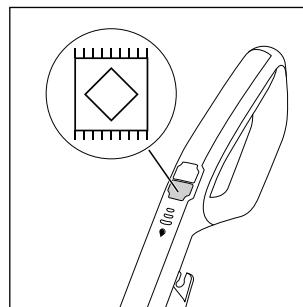

Fig. 17
- ◆ Tryk på kontakten tæppetegulv ⑬ ⑭ for at tænde for produktet (se fig. 17). LED i kontakten tæppetegulv ⑬ ⑭ lyser blåt.
- Hvis du aktiverer kontakten rengøringsopløsning ⑯ ved rengøring af tæppelvle, kommer der dobbelt så meget rengøringsopløsning på børsterullen ⑥ sammenlignet med rengøring af hårde gulve.
- Hvis du kører flere gange med produktet hen over tæppet, tørrer tæppet hurtigere efter rengøringen. Aktivér ikke den permanente sprayfunktion, og hold ikke kontakten til rengøringsopløsning ⑯ trykket ned.
- ♦ Tryk på kontakten tæppelvle ⑯ igen for at slukke for produktet (se fig. 17).